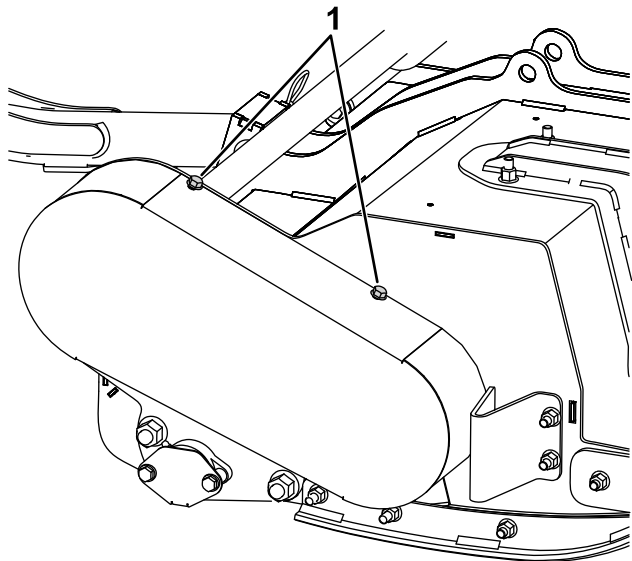

図 26
2. ベルトカバーの上下を機体に固定している組み込みボルトをゆるめる 図 26。
9. ベルトカバーを取り付ける 図 26。